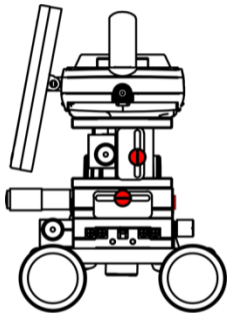

图 3
1) 取出设备后将仪器 **XYZ** 三方向移动平台禁锢螺丝拧松 (平台禁锢螺丝是为了防止仪器在移动运输过程中平台晃动, 避免因晃动导致的平台精度受损), 平台紧固螺丝见 (图 3) 红色标注的螺丝, 一共 3 颗, 分别是: 水平 **X** 方向移动平台禁锢螺丝, 水平 **Y** 方向移动平台禁锢螺丝, 垂直 **Z** 方向移动平台禁锢螺丝。